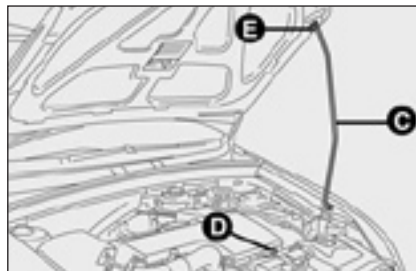

рис. 114
- ☐ поднимите капот и в то же время освободите стержень **C** - **рис 114** от фиксатора **D** - **рис 114**, затем установите наконечник стержня в нишу капота **E** - **рис. 114**.
ЧТОБЫ ЗАКРЫТЬ КАПОТ рис. 114